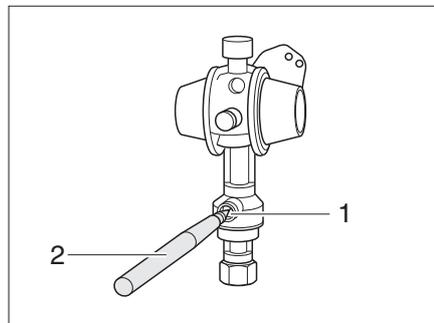

Bild 174 Crash-Sensor
- Mit einem Stift (Bild 174,2) den Entsicherungsknopf (Bild 174,1) mehrere Sekunden eindrücken.